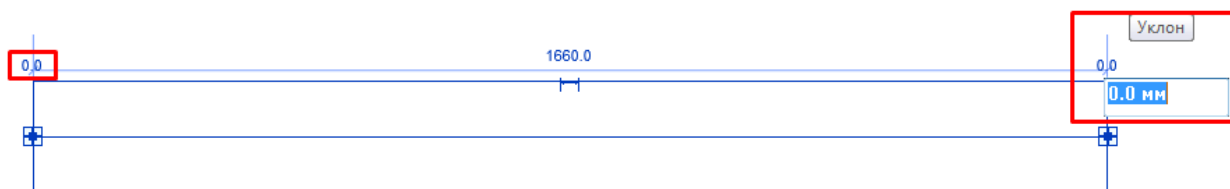

Рисунок 4.4. Изменение угла наклона трубы
2. Щелкните элемент управления отметкой на каждом конце трубы (рисунок 4.4), введите значение смещения выше или ниже исходного значения и нажмите клавишу Enter.